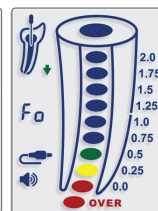

Fig. 11
**Den røde OVER-indikation ledsaget af hyppige bip indikerer, at filspidsen har bevæget sig forbi foramen ind i det periapikale område – ‘Foramen over-instrumentering’ (Fig. 11).**